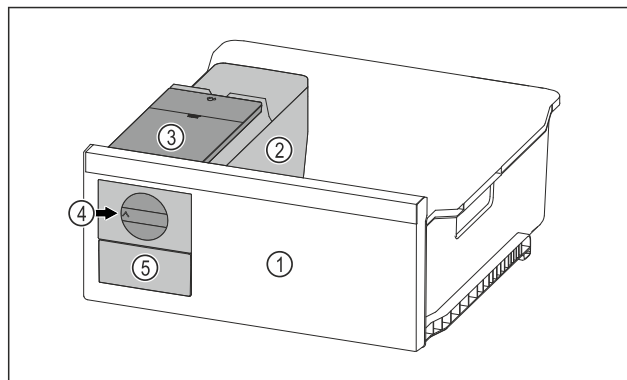

Fig. 75 Примерное изображение
- ▶ Поверните поворотную кнопку Fig. 75 (4) по часовой стрелке до упора.
- ▷ Кубики льда упадут из ванночки для кубиков льда в выдвижной ящик для кубиков льда Fig. 75 (5).